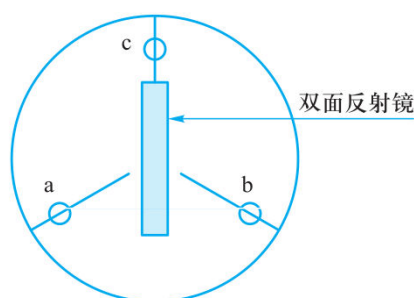

图4 载物台俯视图
(4) 载物台——用于放置平面镜、棱镜、光栅等光学元件。台面下有三个调节螺钉，用于调节载物台面的倾斜角度；载物台面上有三条互成 120° 的线，且分别与台面下的 a 、 b 、 c 三个螺钉对齐，便于放置样品时作为参照物，见图4。载物台的高度可在旋松载物台锁紧螺钉(7)后升降，调到合适位置再锁紧螺钉。
- ①望远镜对平行光聚焦；
- ②望远镜光轴与仪器主轴垂直；
- ③平行光管出射平行光；
- ④平行光管光轴与仪器主轴垂直，与望远镜光轴共轴。
(1) 粗调
粗调是细调的基础，主要通过目测来进行判断和调节。好的粗调可以达到事半功倍的效果。粗调的方法如下：① 调节望远镜、平行光管的俯仰调节螺钉，使其光轴垂直仪器主轴处于水平状态；②调节望远镜、平行光管的水平方向调节螺钉，使其光轴过仪器主轴、共轴；③调节载物台的三颗调节螺钉，使载物台面大致水平，并轻旋载物台台面使台面上的三条线对准台面下的三颗调节螺钉，如图 4 所示。在此后的调节中，载物台由游标盘带动一起旋转，不可
① 把目镜照明，将双面平面镜放到载物台上。为了便于调节，平面镜与载物台下三颗调节螺钉的相对位置如图 4，置于螺钉 a 和 b 的中垂线上。
② 观察与调节镜面反射像——固定望远镜，双手转动游标盘带动载物台一起旋转。转到平面镜正好对着望远镜时，在目镜中应看到一个绿色亮“十”字随着镜面转动而动，这就是镜面反射像。如果像有些模糊，松开目镜筒锁紧螺钉后沿轴向移动目镜筒，直到像清晰，再旋紧螺钉，此时分划板位于望远镜物镜的后焦面上，望远镜已对平行光聚焦。如果无法看到镜面反射像或者只能看到双平面镜其中一面的反射像，则说明望远镜和载物台的粗调有明显的偏差，此时需要再次对望远镜俯仰调节螺钉和载物台进行粗调，直到双平面镜两面的反射像都能观察到为止。